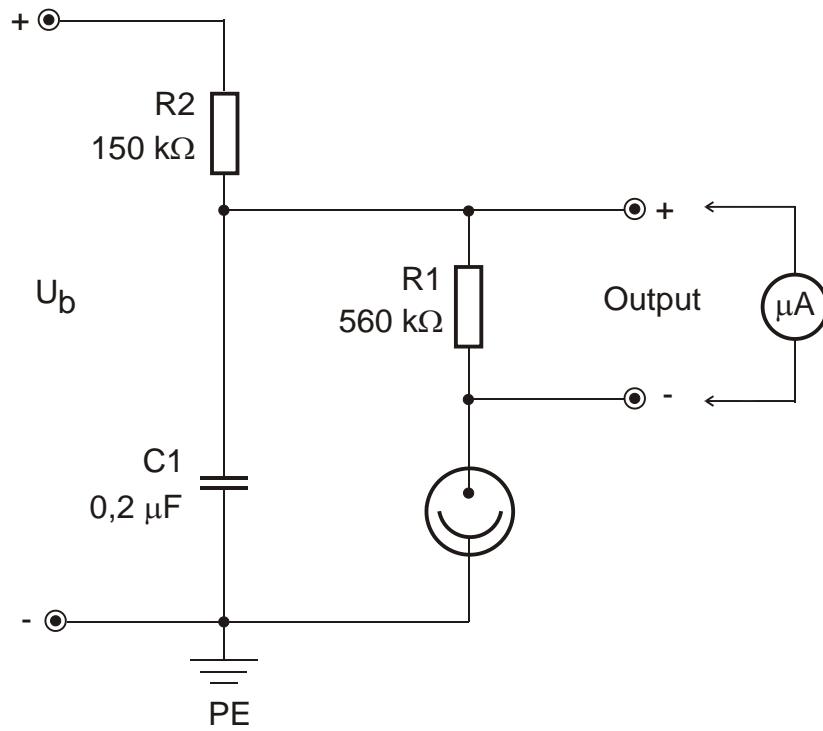

Fig.1 Circuito de la célula fotoeléctrica
La fig.1 muestra el circuito de la célula fotoeléctrica. En el par de casquillos (1) se tiene la tensión de excitación  $U_b$ , la cual crea un campo eléctrico entre el cátodo y el ánodo de la célula. Con un microamperímetro conectado en el par de casquillos (2) se puede demostrar la dependencia entre la intensidad de iluminación y la intensidad de la corriente fotoeléctrica.